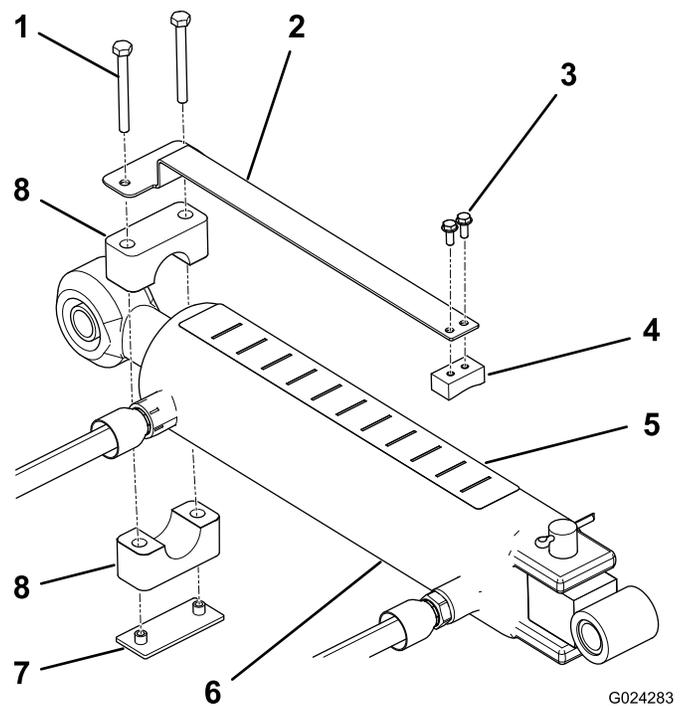

Figura 9
1. Montate l'indicatore di profondità sul lato piatto del blocco scorrevole con due viti macchina n° 10 x 1/2 poll. posizionando i componenti come mostrato in Figura 9.
2. Utilizzate serratubo, piastra a saldare e due viti 1/4 x 2-1/2 poll. per montare l'indicatore di profondità sull'estremità dell'asta del cilindro di collegamento superiore (Figura 9). Verificate che i morsetti siano sufficientemente allentati da potere essere ruotati nella posizione desiderata.
4. Affiggete l'adesivo della profondità nella parte superiore del cilindro, in posizione visibile all'operatore e in modo da non interferire con fusibili idraulici e altre ostruzioni (Figura 9). L'estremità dell'adesivo con la lettera "J" deve essere rivolta verso l'arieggiatore.